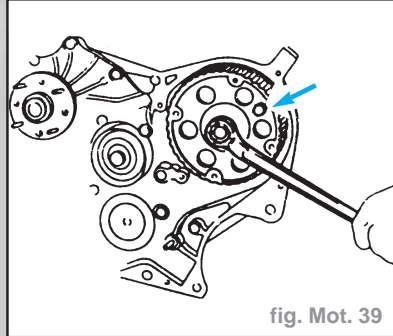

fig. Mot. 39
- Défaire l'écrou de la poulie de distribution de la pompe à injection, desserrer uniquement l'écrou sans le déposer, s'assurer que la vis de fixation (flèche) est en position (fig. Mot. 39).